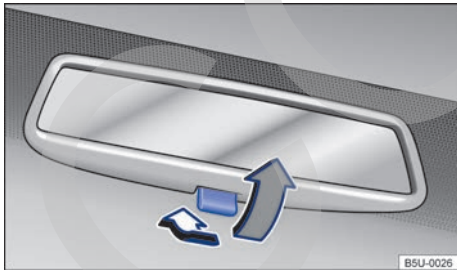

Fig. 70 En el parabrisas: espejo retrovisor interior antideslumbrante manual.
- Posición de noche: tire de la palanca ⇒ fig. 70 (flecha gris), para evitar el deslumbramiento de los faros de los vehículos que circulan detrás.